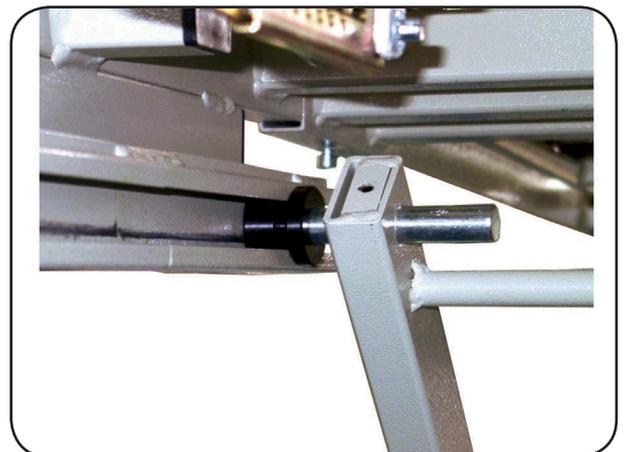

Abbildung 13
- Schieben Sie die Fußauflage auf die Liegeflächenverbinder auf und fädeln Sie die C-Schienen in die Gleitrollen ein (Abbildung 13).